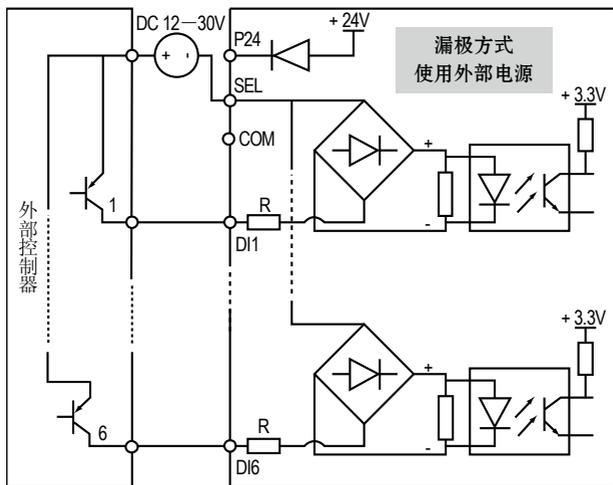

图 4-10 使用外部电源时输入信号漏极输入接线示意图
2. 使用外部电源的漏极连接方式，接线如图 4-10 所示。（注意去除 SEL 与 P24 端子间的短接片）